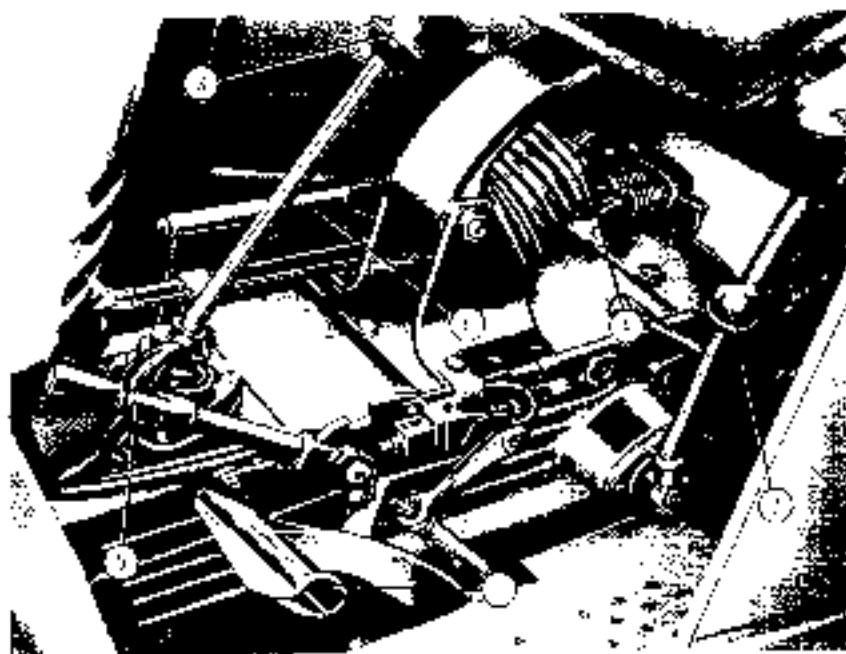

Fig. 3
1. Tirare completamente indietro le leve del acceleratore (14 fig. 3).
8. Abbandonare prontamente il pedale della frizione accelerando progressivamente il motore mediante il pedale del gasolio (1 fig. 3). Si raccomanda di togliere il piede dal pedale della frizione quando la trattoria è in marcia.
N.B. - Per il controllo del corretto funzionamento dell'alternatore e del circuito di lubrificazione del motore sono montate sul cruscotto due spie di segnalazione (2 e 3 fig. 3) che devono rimanere spente anche con motore al minimo. In caso contrario, rivolgersi tempestivamente ad un centro di assistenza SAME.
- 1 - circuito elettrico attivo: le spie di segnalazione del funzionamento alternatore (2 fig. 3) e di insufficiente pressione di lubrificazione motore (3 fig. 3) sono accese;
- 3 - luci abbaglianti e relative spie (6 fig. 3).